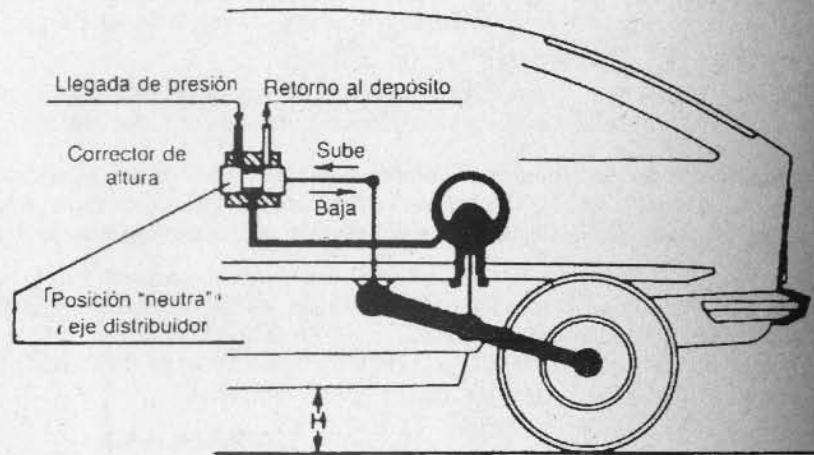

Fig. 1-22.— Mando automático de altura. H = constante
Al aumentar la carga sobre el vehículo, éste baja y se provoca la rotación de las barras, cuyas varillas de mando corren el distribuidor (Fig. 1-22), mandando más líquido AP para que suba la carrocería. Este movimiento provoca una rotación inversa en las barras estabilizadoras, normal (H) sobre el suelo.